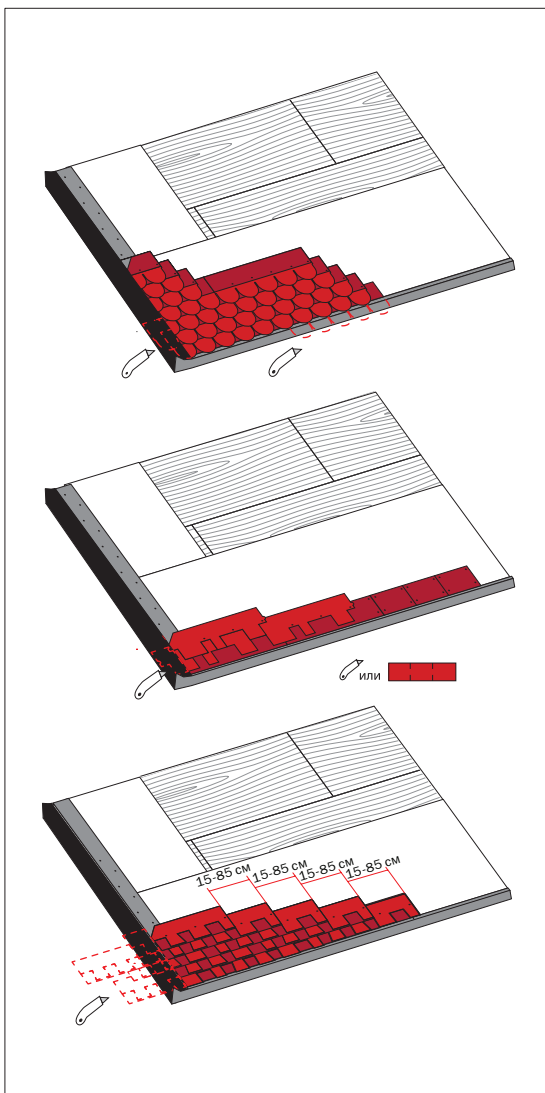

Рис. 13
**Примечание:** При укладке гибкой черепицы серии ДЖАЗ величина горизонтального смещения гонтов последующего ряда относительно предыдущего может варьироваться в интервале от 15 до 85 см (рис.13). При этом не должно прослеживаться определенного правила подбора рисунка. Рисунок готовой кровли должен быть абстрактным.